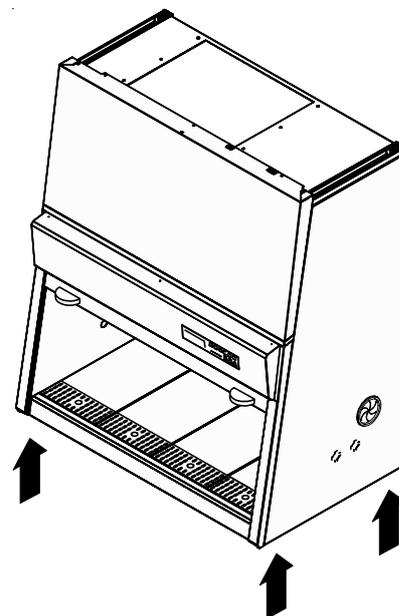

Fig. 2
**Fig. 2:** Per escludere il ribaltamento dell'apparecchio, la movimentazione all'interno di fabbricati deve essere effettuata con mezzi di trasporto adeguati. A questo scopo, smontare il corpo dell'apparecchio dall'incastellatura di base. (vedere cap. 5.2).